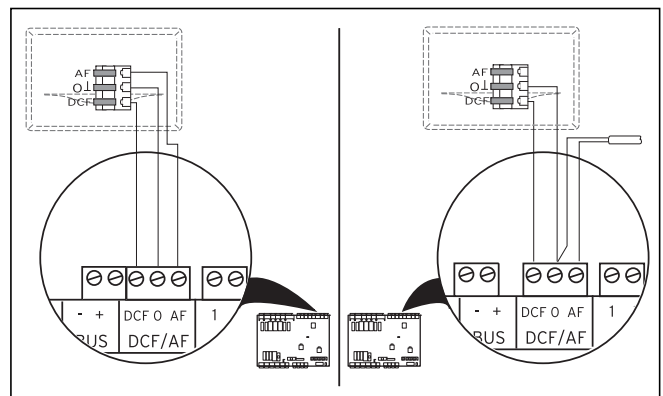

Abb. 7.13 VRC DCF-Empfänger installieren
- Verdrahten Sie den VRC DCF-Empfänger entsprechend → **Abb. 7.13**: